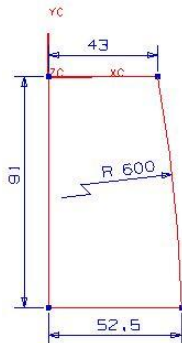

图5-12
3. 在【成形特征】工具条中单击【草图】按钮，弹出【基准平面】悬浮工具条，然后依次单击【*zc-xc*】和【确定】按钮进入二维草图界面，绘制图 5-12 所示的草图轮廓。